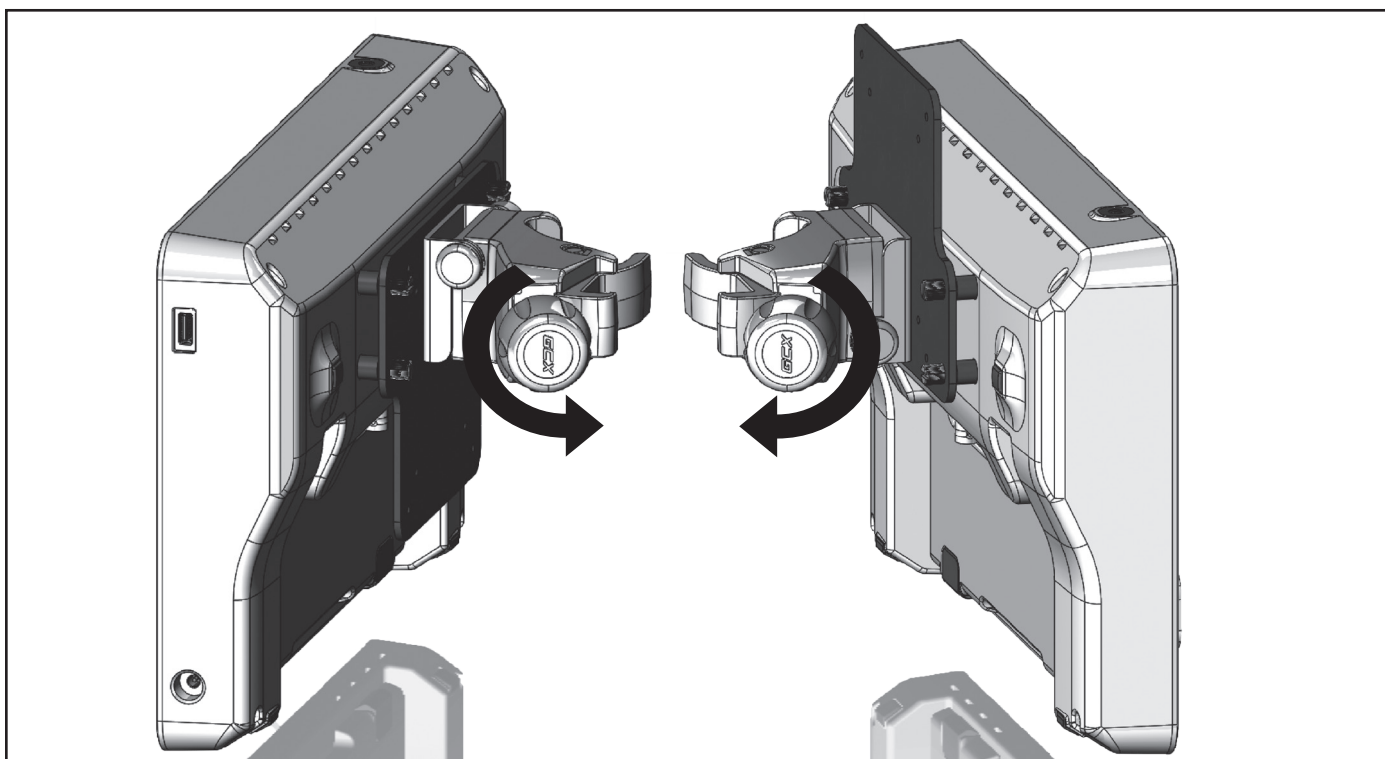

Figura 16. Rode o Grampo
5. Rode a pega do grampo (Figura 16) para soltar o grampo.